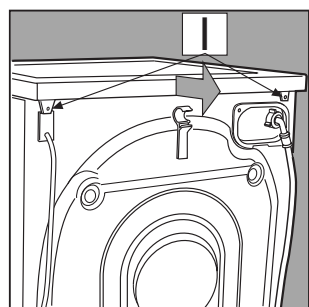

Рис. 3
2. Отверните два винта I, снимите крышку (рис. 3).